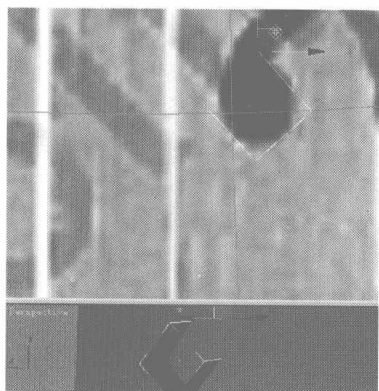
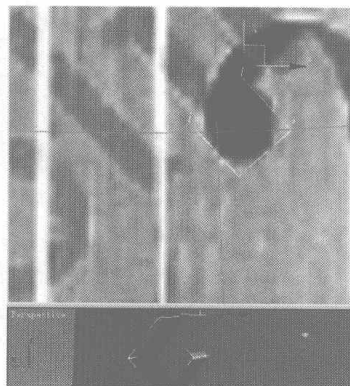
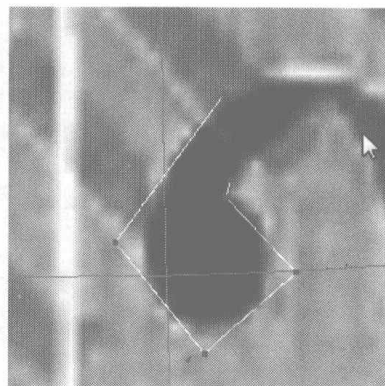

图 5.102
图 5.103
图 5.104
- 07** 选择如图 5.102 所示的曲线, 按住 Shift 键向外拖动, 复制出一个边沿, 如图 5.103 所示。调整模型上的点到如图 5.104 所示的位置。